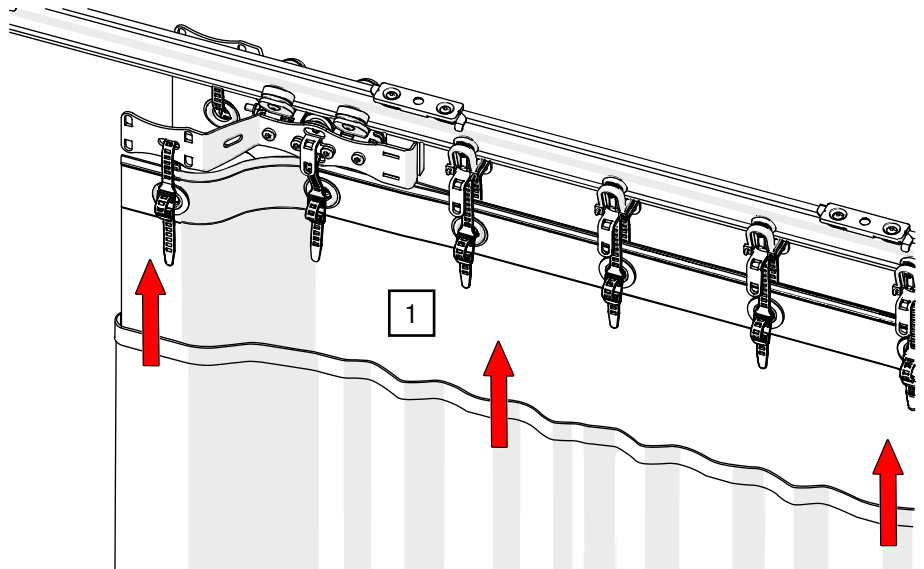
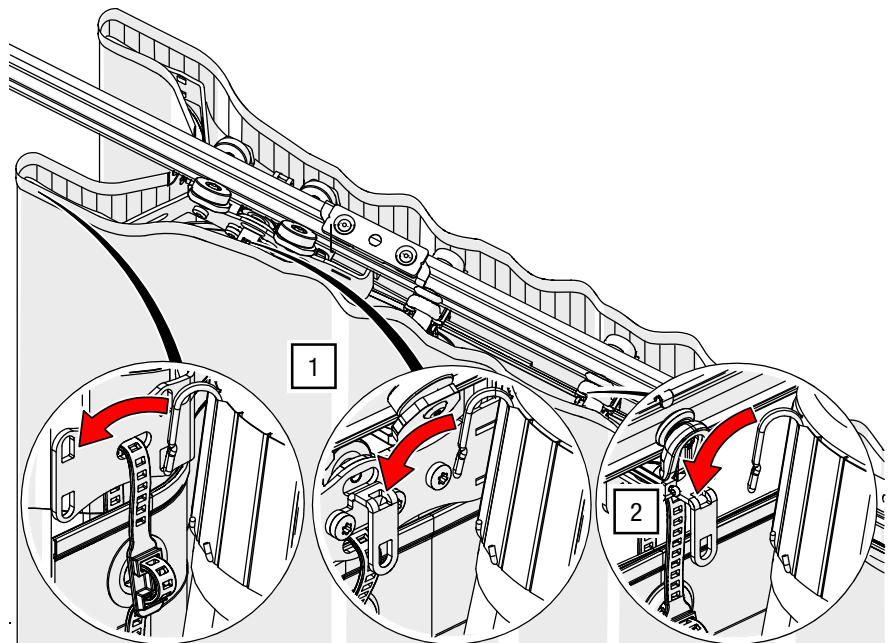
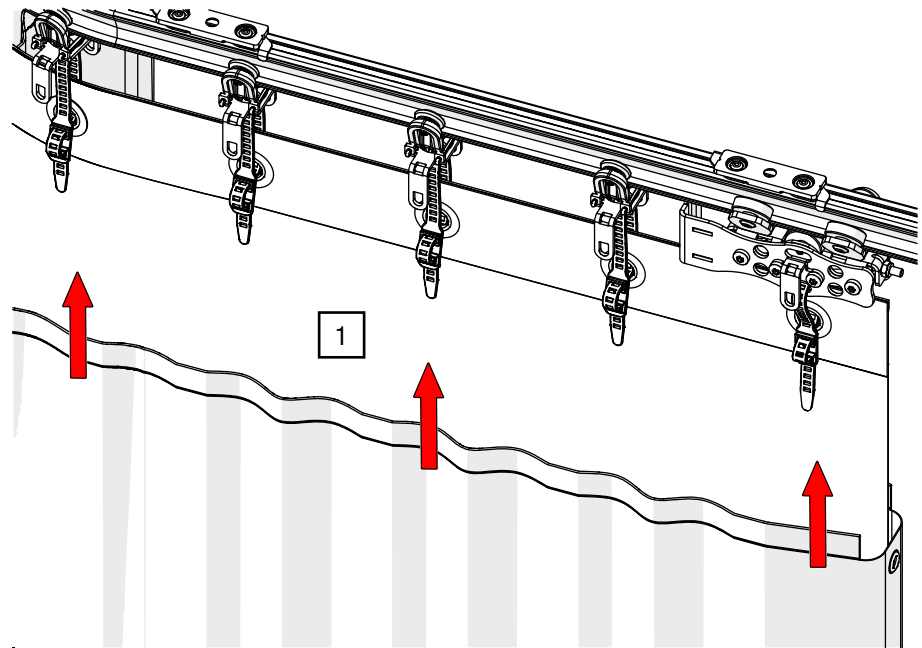
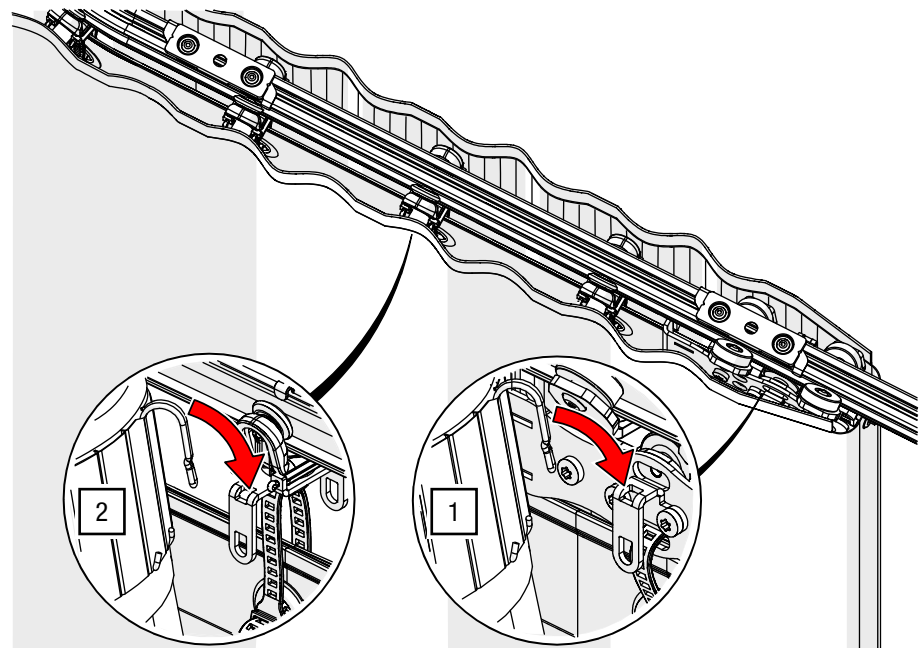

Abb. 113: Zugwagen mit doppeltem Überzugbügel – Außenlagen anheben und positionieren (1/2)
Abb. 114: Zugwagen mit doppeltem Überzugbügel – Außenlagen einhängen (1/2)
Abb. 115: Zugwagen – Außenlagen anheben und positionieren (2/2)
Abb. 116: Zugwagen – Außenlagen einhängen (2/2)
1. Heben Sie die Außenlagen an und beginnen Sie, die Stoffhaken in die Ösen und Überzugbügel der Zugwagen einzuhängen (siehe Abb. 113 und Abb. 114 bzw. Abb. 115 und Abb. 116).
2. Hängen Sie die Außenlagen an den folgenden G-TRACK OFFICE 2-Rad-Vorhang-Laufwagen ein (siehe Abb. 114 sowie Abb. 116).